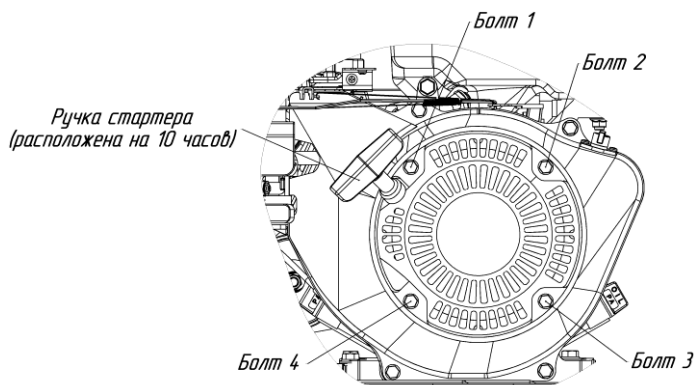

Рис.20 Схема крепления стартера на двигателе
- открутить 4 болта (см. рис.20);
- установить стартер на место таким образом, чтобы ручка стартера была расположена на 10 часов (см. рис.20);
- закрутить 4 болта (см. рис.20).